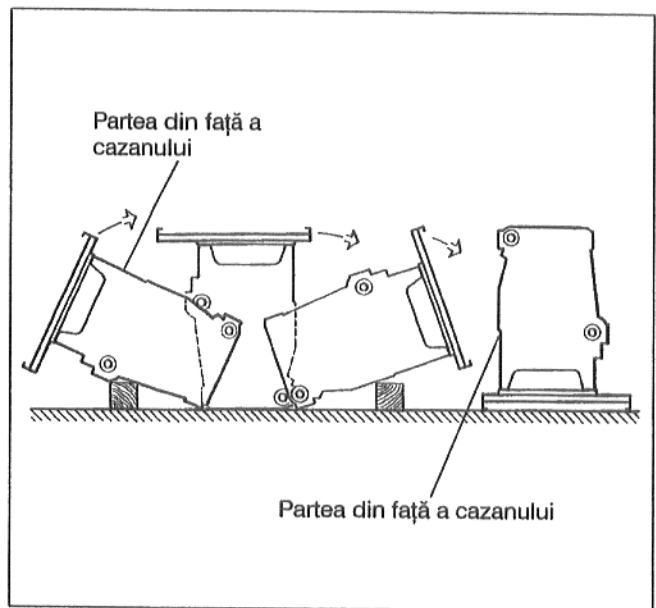

Fig. 13
- Cazanul este răsturnat în față și se așează pe placa de așezare (Fig. 13).